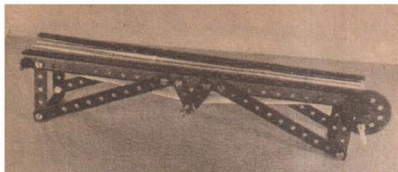

Bild 16/1 Modell eines
- Auf dem Bild 16/1 siehst du ein Modell.